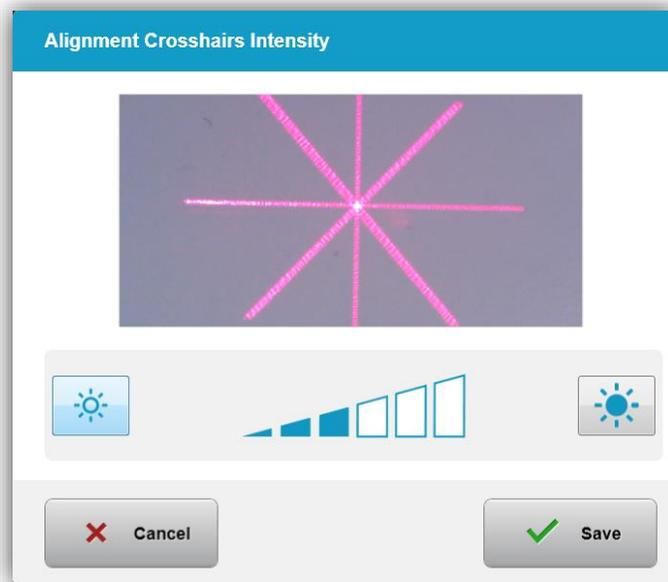

Figura 3-54. Intensidade da mira de alinhamento
- Selecione 'Intensidade da mira de alinhamento' no menu 'configurações do sistema' para alterar o brilho das miras de alinhamento. A tela mostrada na Figura 3-54 será exibida.